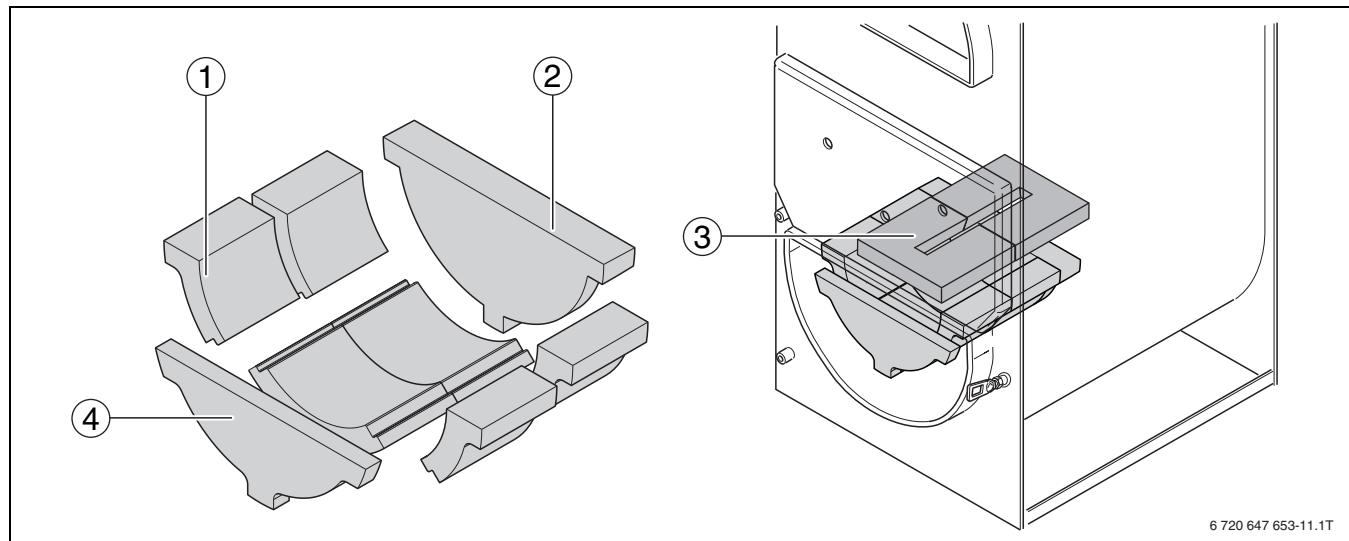

Рис. 32 Положение шамотных камней в топке
- ▶ Выньте золоудерживающий камень (→ рис. 32, [4] стр. 24).
- ▶ Уложите шамотные камни на их место (→ рис. 32, стр. 24).